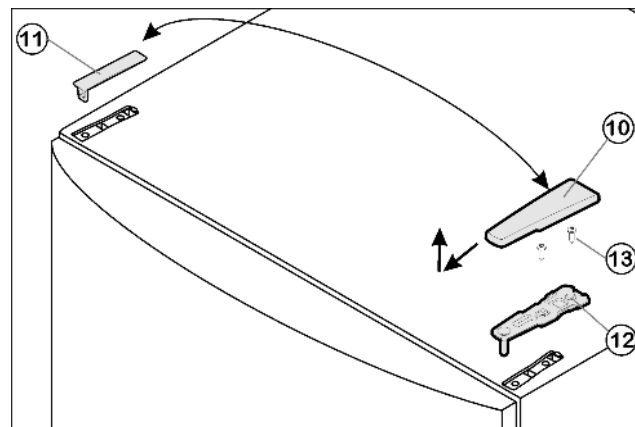

Fig. 4
- ▶ Estrarre la copertura Fig. 4 (10) tirandola in avanti e verso l'alto.
- ▶ Staccare la copertura Fig. 4 (11).
- ▶ Svitare il blocco di supporto superiore Fig. 4 (12) (2 x Torx® 25) Fig. 4 (13) ed estrarre tirando verso l'alto.
- Inserire il blocco di supporto superiore Fig. 4 (12) sul nuovo lato della cerniera nella porta.
- Serrare il blocco di supporto superiore Fig. 4 (12) **fermamente a 4 Nm** (2 x Torx® 25) Fig. 4 (13). Eventualmente praticare fori a vite o utilizzare un avvitatore a batteria.
- Innestare la copertura Fig. 4 (10) e la copertura Fig. 4 (11) rispettivamente sul lato opposto.